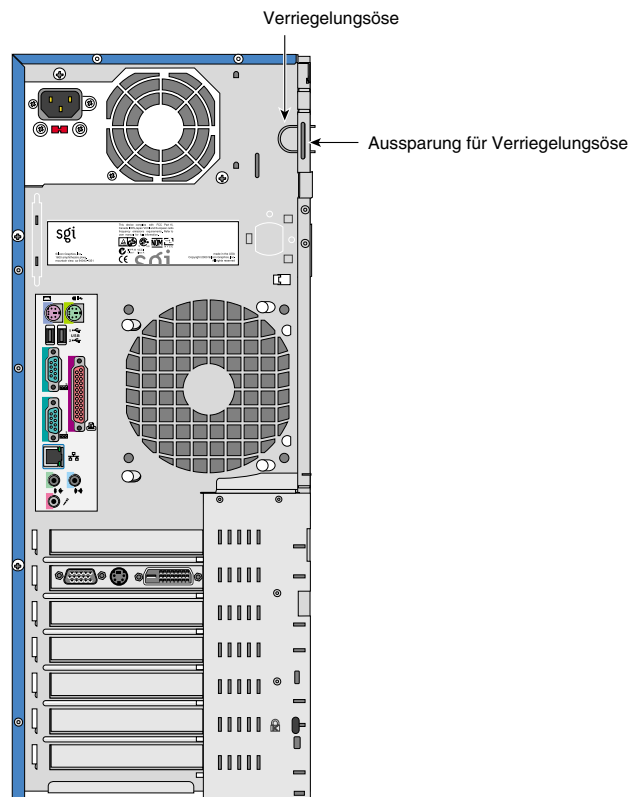

Abbildung 2-28 Lage der Verriegelungsöse
2. An der Rückseite des Gehäuses befindet sich die Verriegelungsöse. Die Lage der Verriegelungsöse geht aus Abbildung 2-28 hervor.
4. An der Rückseite des Gehäuses befindet sich eine nach hinten weisende Aussparung. Die Lage der Aussparung geht aus Abbildung 2-28 hervor.